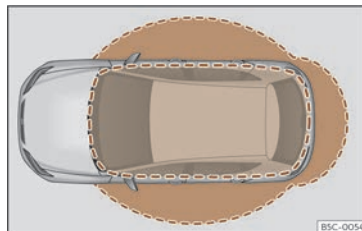

Fig. 75 Keyless Access : zones de proximité.
- Le véhicule est déverrouillé lorsque la clé de contact est détectée dans la zone de proximité >>> **fig. 75**. Tous les clignotants s'allument deux fois.